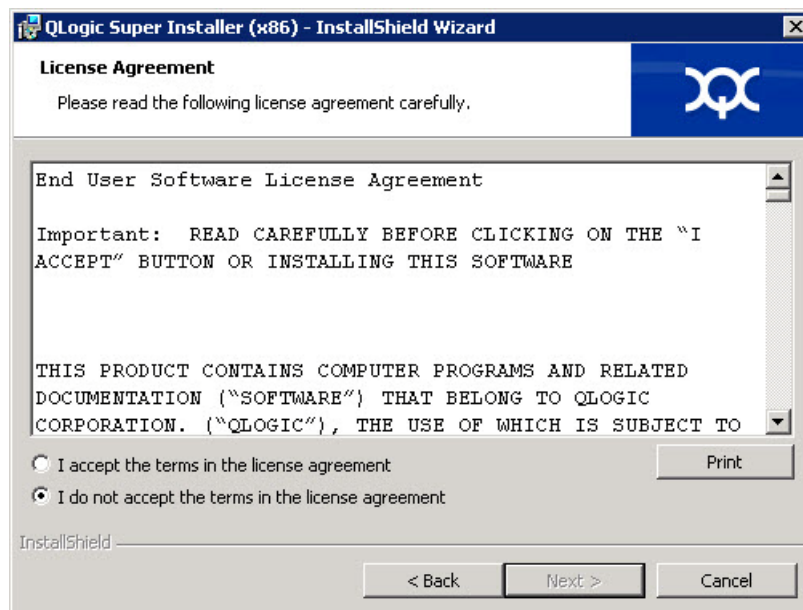

Figure 3-3. Assistant QLogic InstallShield : Fenêtre de contrat de licence
4. Procédez ainsi dans la fenêtre de contrat de licence de l'Assistant (Figure 3-3) :